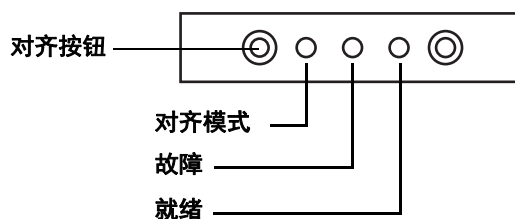

图 78 对齐样品盘
- 1 使用细长物品（如笔尖）按下指示灯左侧凹进的“对齐”按钮。避免接触凹孔内的按钮后面或周围（图 78）。